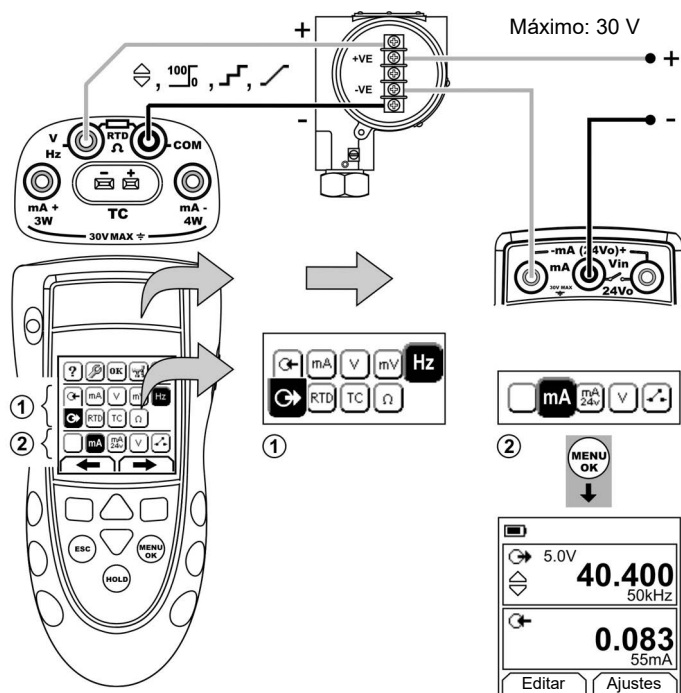

Figura 10: Exemplo de configuração: calibração de transmissor com alimentação em loop externo
1. Conecte o instrumento (Figura 10/11) e, se necessário, ajuste a *Configuração* (Tabela 1).